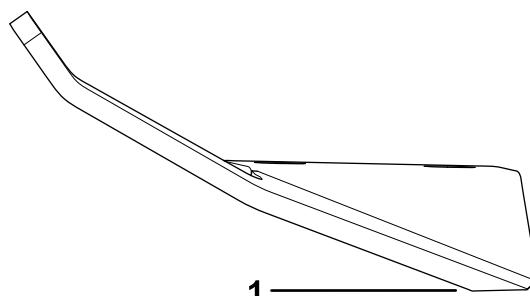

Рисунок 108
1. Заточите напильником или инструментом для заточки режущую кромку на обоих концах ножа в сборе (Рисунок 108).
**Примечание:** Если нож в сборе не сбалансирован, удалите некоторое количество металла с тяжелого конца ножа только в области загиба (Рисунок 108).